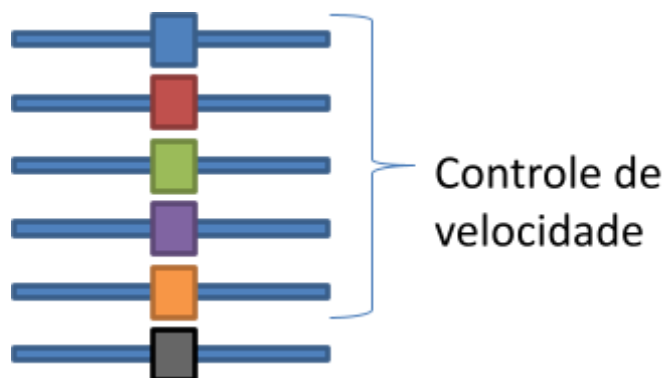

Figura 3 - Controle de velocidade
- 5) Ter a tela principal do executável como a composição da Figura 1 e Figura 3;